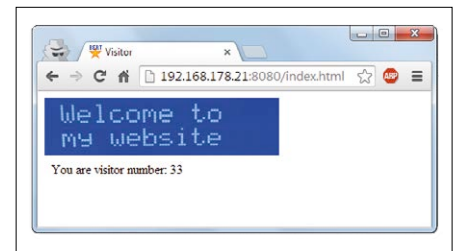

Figure 3. Page web *index.html* affichée sur un ordinateur portable.
Vous voyez maintenant une page comme celle de la **figure 3**. Chaque fois que la page est mise à jour, le compteur s'incrémente d'une unité (voir la figure 1). ◀
Figure 3. Le signal analysé ici est un signal modulé en fréquence (FM) « idéal », produit par le générateur de signal synthétique du logiciel. Le chronogramme du haut montre la modulation de la porteuse. Le tracé du dessous est le spectre de puissances correspondant. On distingue clairement la fréquence centrale, l'espacement entre les lignes et la largeur de bande qui caractérisent le signal FM.
Les boîtes jaunes situées au-dessus des graphiques montrent les valeurs qui correspondent à la position du curseur, soit le temps et l'amplitude pour la fenêtre supérieure, la fréquence et les niveaux de puissance pour la fenêtre inférieure. Le bouton radio *Tabulated Data* permet d'afficher tous les points représentant le temps et la fréquence sous forme de tableau. Ce type d'affichage est activé sur la **figure 3**.